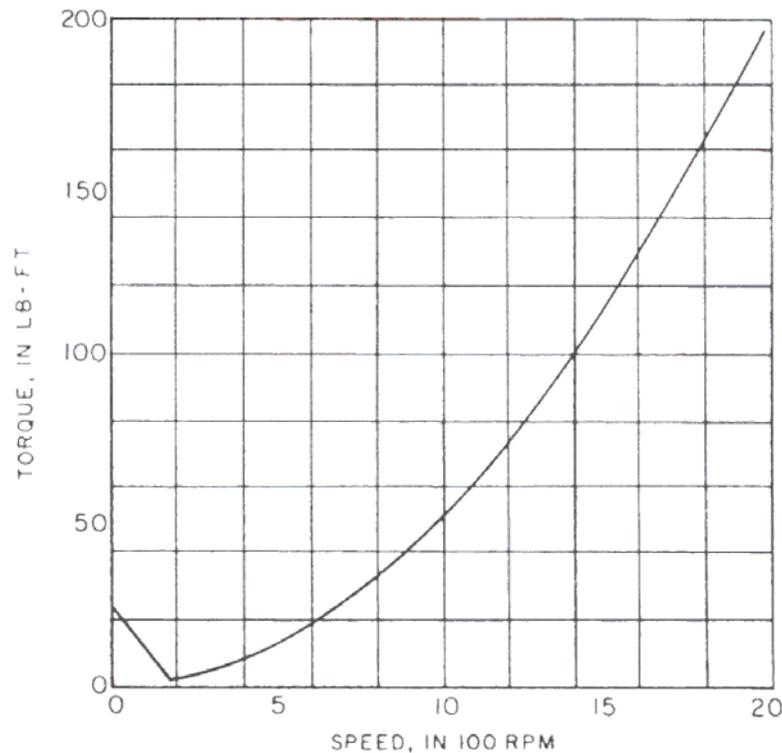

Fig. 24.30 Torque characteristics of 6 × 8 pump when started in wholly frictional system.
- La curva di coppia è in fig. 24.30